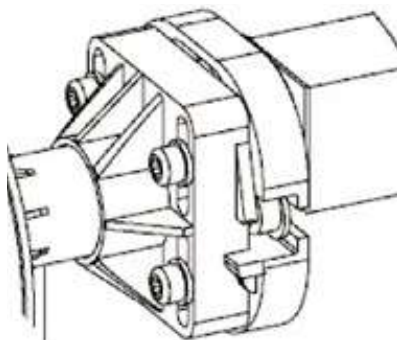

Figura 41 – Montaggio dell'asse sul supporto del cuscinetto
Posizionare l'asse della copertura automatica sulla flangia di supporto del cuscinetto (*Figura 41*).
Procedere quindi al livellamento dell'asse: mediante una livella posta sull'asse della copertura, regolare la posizione del cuscinetto nel suo supporto se necessario, tramite le quattro viti che collegano il cuscinetto alla rispettiva flangia di supporto (vedi **Figura 41**). Quando l'asse è orizzontale, bloccare queste quattro viti.
Montare le due staffe di supporto delle pareti divisorie (12) sulle piastre (5) tramite quattro dadi (14) e quattro rondelle (13) di diametro 8 mm in acciaio inox A4. Assicurarsi che i binari sui quali sono presenti i fori oblunghi sulle staffe (12) siano situati sul lato opposto allo skimmer e all'asse della copertura automatica (vedere zoom sulle staffe di supporto delle pareti divisorie (12) nella Figura 41).